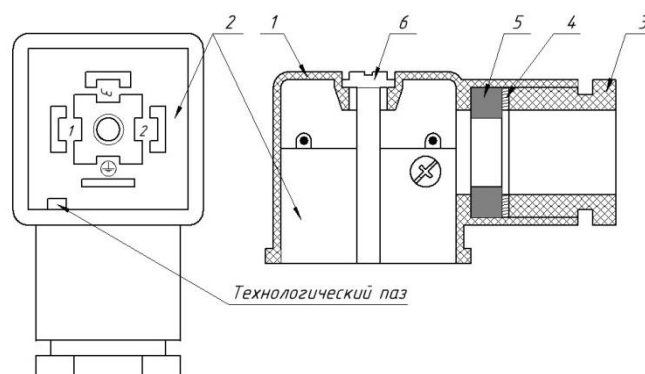

Рисунок 7.1 – Электрический разъем датчика. Штепсельный разъем типа DIN 43650 from A.
7.3.2.2 Электрическое присоединение датчика через штепсельные разъем «DIN 43650 from A» (см. рисунок 7.1):